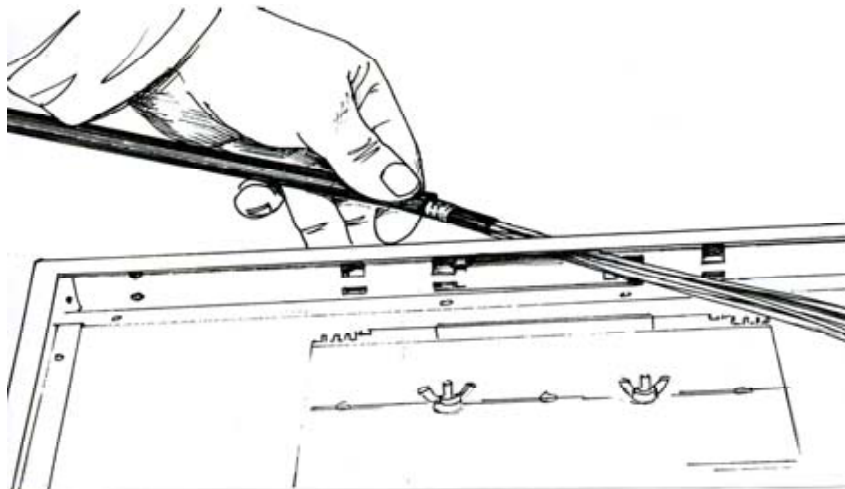
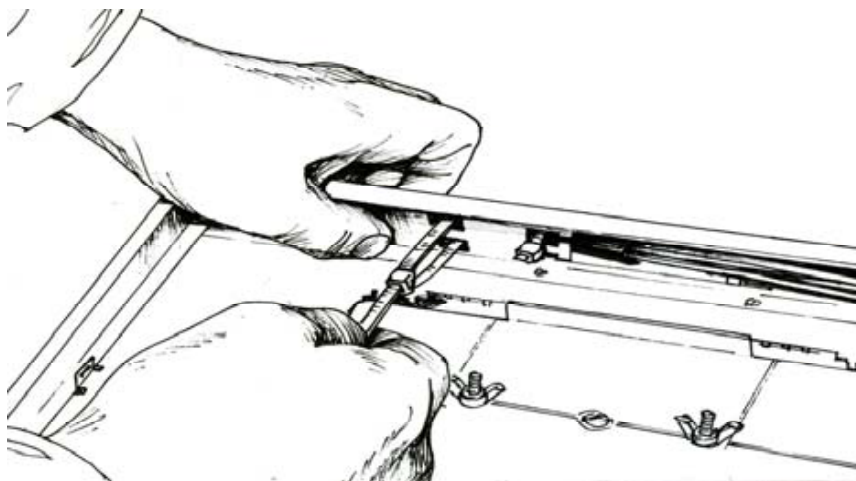

Рис. 3.4. Ввод кабеля в шкаф
Рис. 3.5. Крепление кабеля стяжками
3.1.5. Вводят конец кабеля через специальное отверстие в шкафу (Рис. 3.4) и закрепляют сердечник стяжками или металлическим хомутом к пазам шкафа (Рис. 3.5).